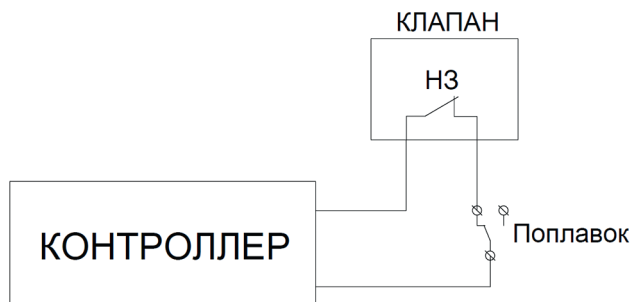

Рис.1
1. Подключить клапан в разрыв поплавкового выключателя, тем самым при промывке напорного фильтра СОО будет думать, что ёмкость заполнилась, но в таком случае СОО тоже уйдет в промывку (длительность промывки ~30сек). Если на напорном фильтре установлен клапан Clack без отсечного клапана, то на СОО пойдет неочищенная вода, что в некоторых случаях необходимо/допустимо. Если отсечной клапан установлен или используется клапан Runin, то, скорее всего, СОО уйдет в ошибку по сухому ходу. При подключении по схеме (рис.1) внутренний счетчик наработанных часов будет обнуляться.